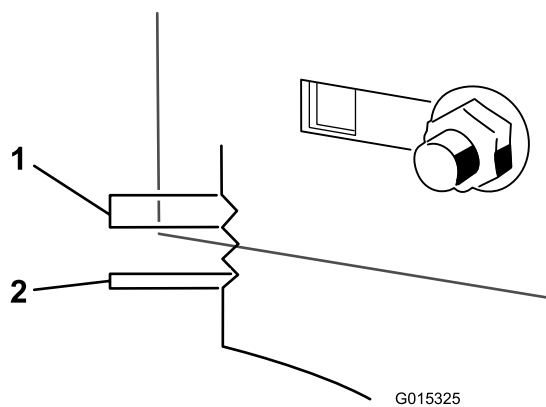

**Figura 51**
9. Allentate il dado di bloccaggio posteriore sul supporto di sospensione (Figura 51).
10. Allentate il dado di bloccaggio laterale sul supporto di sospensione appena a sufficienza per poter regolare la sospensione (Figura 51). Utilizzate le tacche saldate per prendere le misure delle regolazioni. La superficie di ciascuna tacca corrisponde a 6 mm, mentre un singolo lato corrisponde a 3,2 mm
11. Fermate il piatto di taglio nella posizione regolata e serrate il dado di bloccaggio laterale sul supporto di sospensione per fissare la nuova posizione (Figura 51). Serrate il dado di bloccaggio posteriore sul supporto di sospensione.